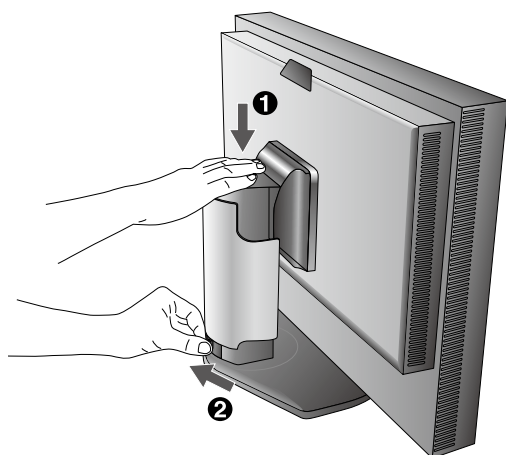

图 B.1
3. 高度调节功能由锁定按钮锁定。把手掌放在显示器的顶部将屏幕按下至最低位置。滑动锁定按钮给立架解锁以抬高显示器头部（图 B.1）。